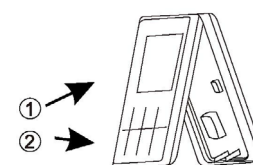

Fig.4
5. Después de conectar el cable de conexión al controlador principal, como se muestra en la Fig. 4, instale la parte principal del controlador de acuerdo a los siguientes pasos: